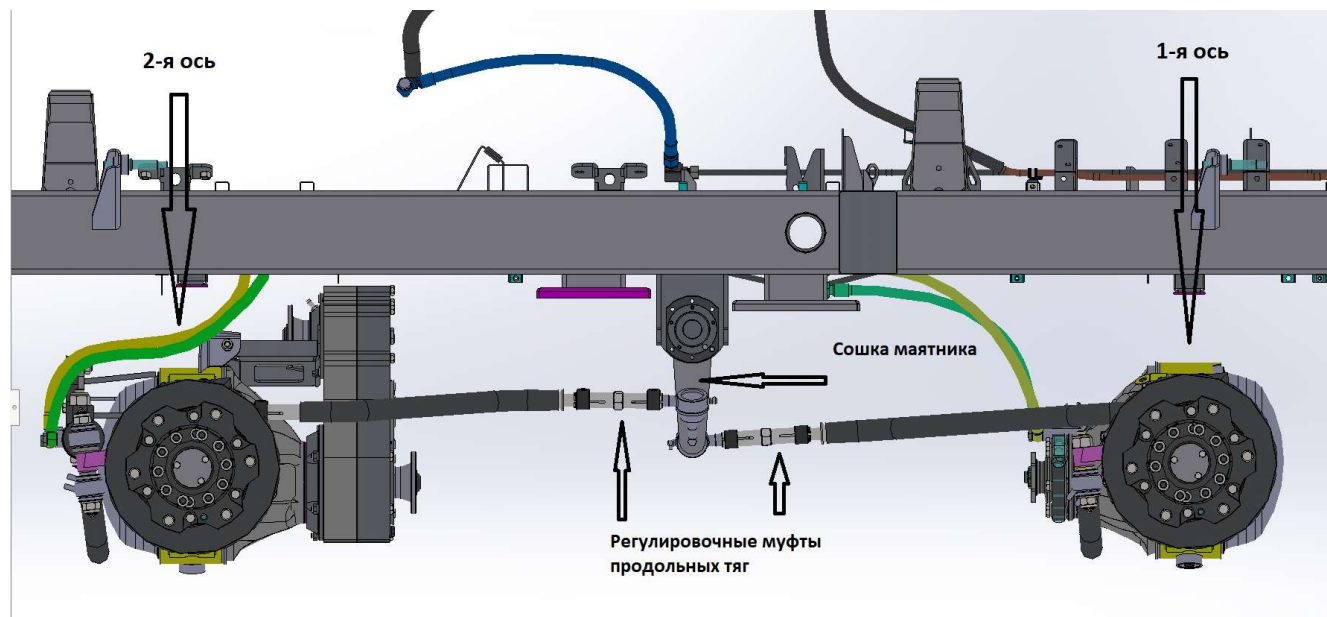

Рис. 11.36 Продольные тяги и сошка маятника
4. Установить колеса 1-й и 2-й осей в положение прямолинейного движения (выставить одинаковые расстояния сзади балок мостов от шин до коренных листов рессор слева и справа). **Установить сошку маятника вертикально ( $\pm 2^\circ$ )**. Соединить продольные рулевые тяги 1-го и 2-го мостов с **вертикально расположенной** сошкой маятника, не меняя её положения. Для этого отрегулировать длины продольных тяг с помощью вращения регулировочных муфт (рис. 11.36). **Не фиксировать регулировочные муфты.**